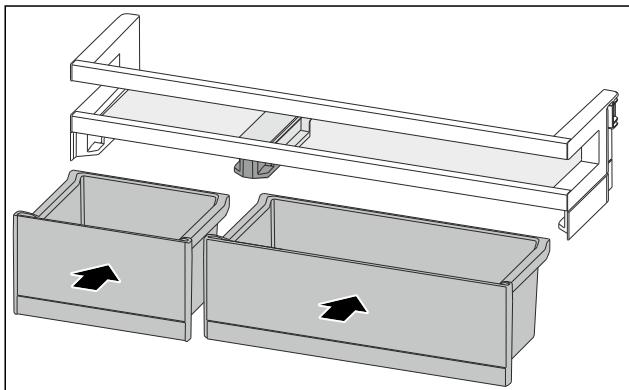

Fig. 83
- Поставете кутиите VarioBox в разменено разположение. (виж Fig. 83)